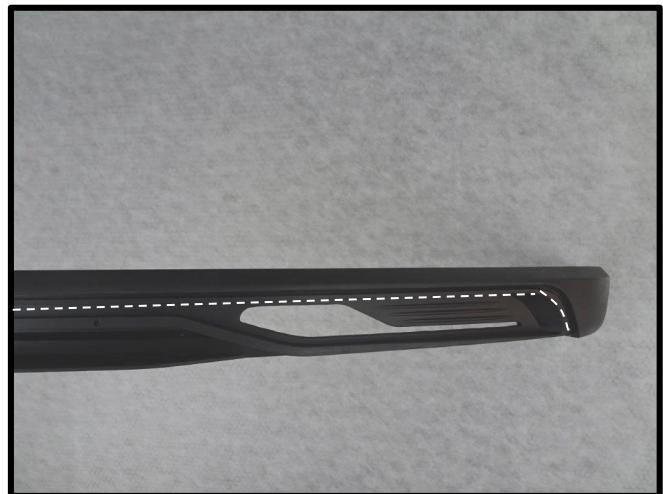

Fig. L1
- 092.100.100.100 TECHART front spoiler / part area R&L fig. L1